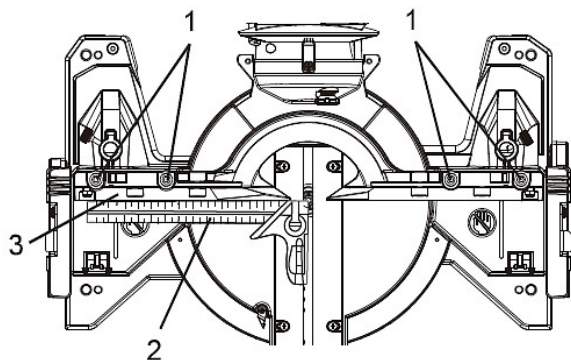

Abb. 22: Rechtwinkligkeit des Anschlags
Einstellung der Rechtwinkligkeit des Anschlags (Abb. 22)
Schritt 2: Lösen Sie die vier Verriegelungsschrauben (1).
Schritt 4: Mit einem Kombiquadrat (2) die Ferse des Quadrats gegen das Sägeblatt und das Lineal gegen den Anschlag (3) legen, wie in Abb. 22 gezeigt.